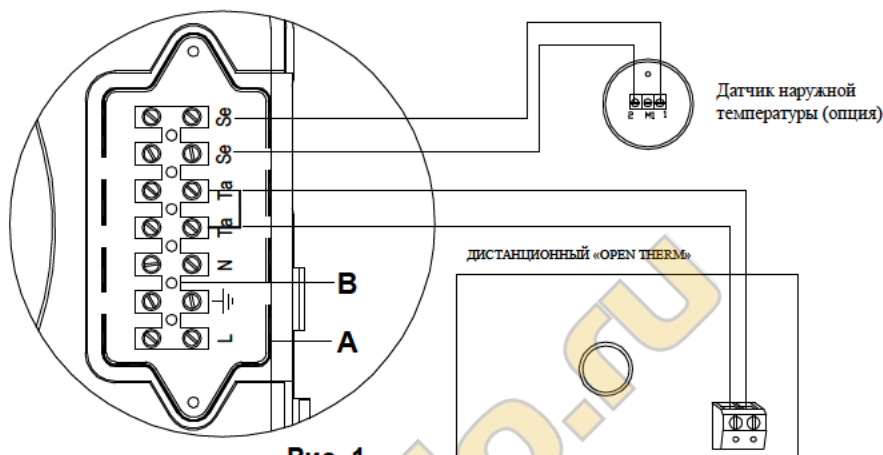

Рис. 1
- c. Ослабьте винты и снимите пластину А (см. рис. 1).
- Ослабьте винты и снимите пластину А (см. рис. 1).